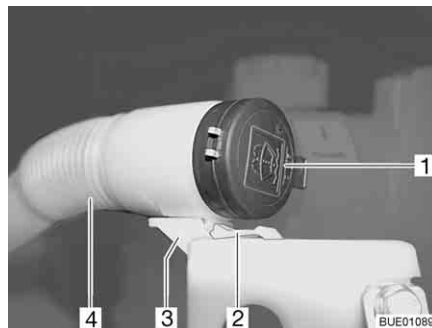

Bild 44 Påfyllningsöppning spolärvätskebehållare
- Tryck ner tappet (Bild 44,2) och håll den nedtryckt.
- Dra ut den böjliga slangen (Bild 44,4) framåt ut ur hållaren (Bild 44,3).
- Tag av locket (Bild 44,1) från spolärvätskebehållarens påfyllningsöppning.